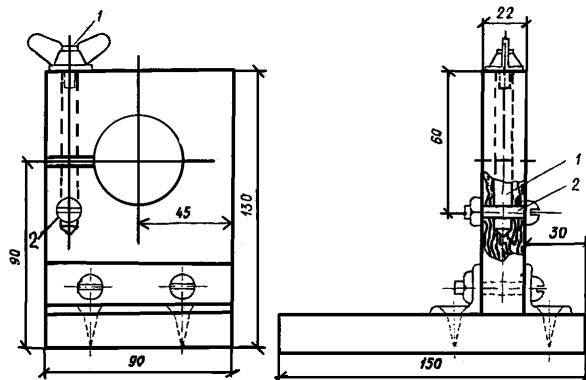

Рис.2
Стойка толщиной 22 мм, в которой крепят двигатель (дрель), склеена из березовой фанеры (**рис.2**). В ней просверлены отверстия диаметром 43 - 44 мм для установки дрели, а также отверстия для стягивающей шпильки и винта (2), фиксирующего шпильку в корпусе стойки. Затем в стойке прорезают паз шириной 2 - 1,5 мм. Стойка с основанием соединя-